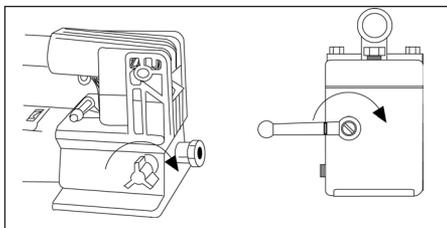

Bild 6
1. Stäng tryckbegränsningsventilen genom att vrida den medurs, enligt bild 6.